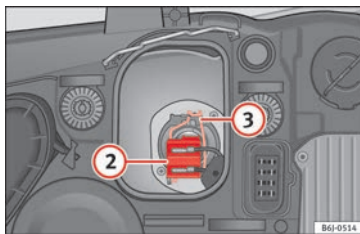

Bild 100 Halvljusstrålkastare.
- Ta bort kontakten » bild 100 ② från glödlampen.
- Lossa fjäderhållaren » bild 100 ③ genom att trycka inåt till höger.